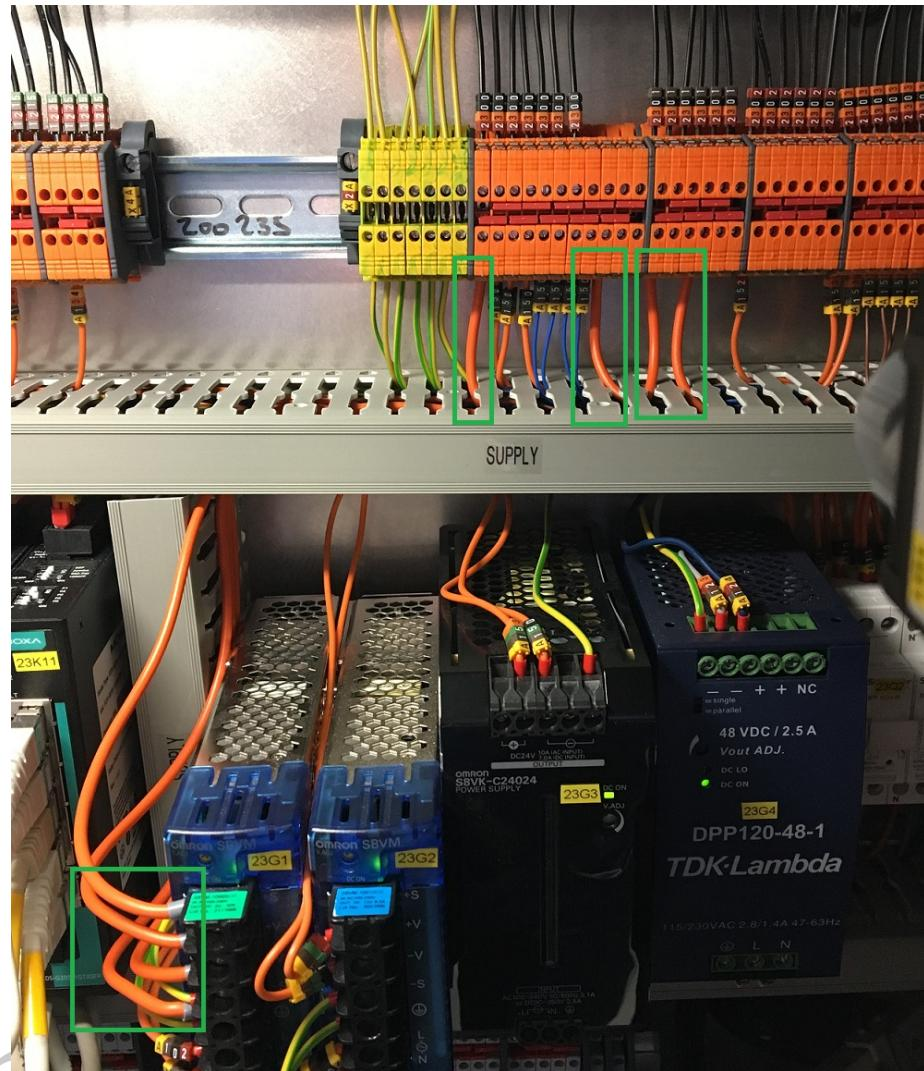

FIGURE 28.4 – Armoire électrique. Encadré vert : câblage alimentation Wandboard
- Remplacer les deux câbles (+ et -) de l'alim 5V 23G1 (alim WB) de section 1mm2 par 2 fois 2 câbles de section 2.5mm2 et de longueur 60cm comme montré en Fig. 28.4